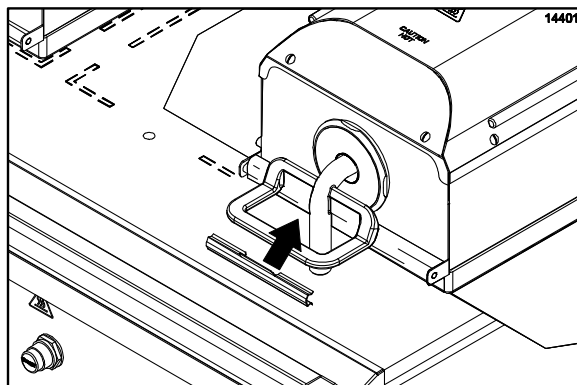

Рисунок 10
3. Установите антиадгезионный лист на держателе так, чтобы он находился по центру. Плотнo натяните его поверх держателя для антиадгезионного материала, который расположен в передней части кожуха. Закрепите лист фиксирующим зажимом. (См. рис. 10)